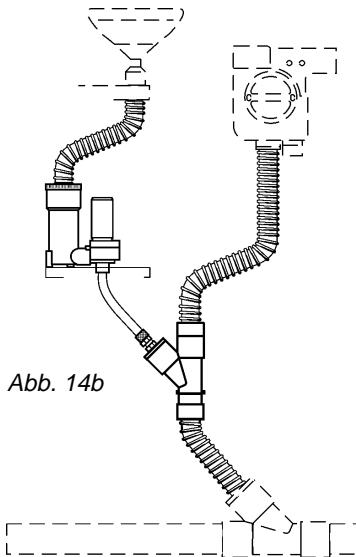

Abb. 14b
**(Abb. 14b-16-17-18-19-29-30a-31 Seite 55-57-85-86)**
bildet sich die für die Reinigung der Schläuche und der von der abgesaugten Flüssigkeit berührten Teile erforderliche Turbulenz. Puli-Jet löst Blut und Schleim und besitzt eine antibakterielle und desodorierende Wirkung. Wenn dieses Produkt regelmäßig verwendet wird, wird ein einwandfreier Betrieb der Anlage gewährleistet und der Bildung von Bakterienablagerungen und Schaum, Abb. 31, die für ein plötzliches Anhalten der Anlage und für eine schrittweise Verringerung der Absaugleistung verantwortlich sind, wird entgegengewirkt. Bei der Arbeit werden mit der Flüssigkeit normalerweise auch feste Teile abgesaugt, die von den Filtern zurückgehalten werden müssen. Keine Absauganlage kann über einen längeren Zeitraum einwandfrei arbeiten, wenn das Absauggut nicht angemessen filtriert wird. Die zu großen festen Körper beeinträchtigen im Laufe der Zeit den einwandfreien Betrieb der Dränventile und der Öffnungs- und Schließmembranen der Absaugleitung. Falls kein Filter an der Kanülenhalterung, Abb. 16, vorhanden ist, muß zwischen Kanülenhalterung und Mini-Abscheider (Abb. 30 apart. I) ein Filter zwischengeschaltet werden, Abb. 17. Bei den Feuchtringanlagen wird dieser Filter (Abb. 17), zwischen Kanülenhalterung und elektropneumatischem Ventil eingesetzt C, Abb. 29 part. I. Bei dem Amalgamabscheider (Hydroabscheider und Hydrozyklon, beiden wird die aus dem Spucknapf abfließende Flüssigkeit zugeführt) ist ein Filter, Abb. 18, vorgesehen, die in die Spucknapffilterhalter (Abb. 14b), siehe unsere Gebrauchsanweisung für "Hydroseparator und Hydrozyklon".